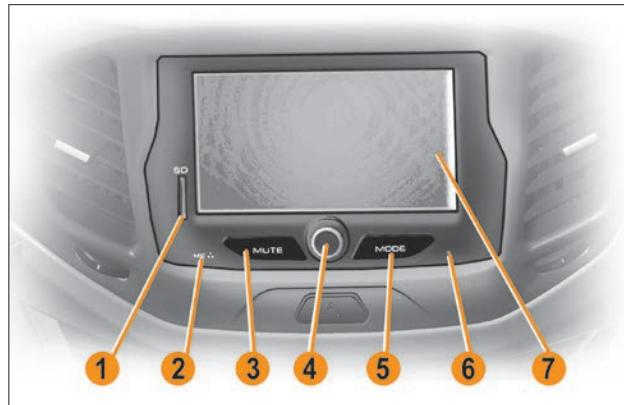

Рис. 3. Мультимедийное навигационное оборудование
2.1.1 Включение ОММН осуществляется кратковременным нажатием (1-2 сек.) на ручку энкодера **4** (рис. 3).
2.1.3 Для выключения ОММН кратковременно нажмите ручку энкодера **4** (рис. 3) и удерживайте ее в нажатом положении до выключения дисплея.
2.1.4 Для перезагрузки ОММН тупым тонким стержнем нажмите и удерживайте в течение 2-3 сек. кнопку **Reset** **6** (рис. 3). После перезагрузки ОММН переходит в режим «Радио» с прослушиванием первой сохраненной радиостанции.